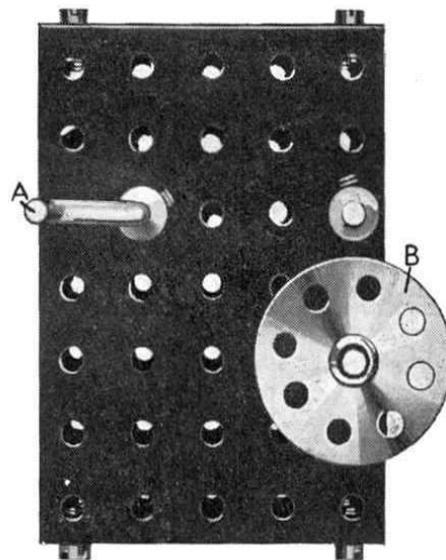

Fig. 1.
Si on tourne la manivelle du mystérieux mécanisme de renversement de marche Fig. 1, nous communiquons une rotation à l'arbre supportant la roue B, mais cet arbre tournera toujours dans la direction des aiguilles d'une montre, que nous tournions la manivelle A, soit à droite, soit à gauche.
le mystère est expliqué. L'extrémité de la manivelle (A dans la Fig. 1) peut être vue en 3, tandis que 9 est la tringle supportant la roue à boudin B. Le levier (1) et le levier d'angle (2) sont libres sur l'arbre de la manivelle (3) mais sont maintenus en place par le collier (4).